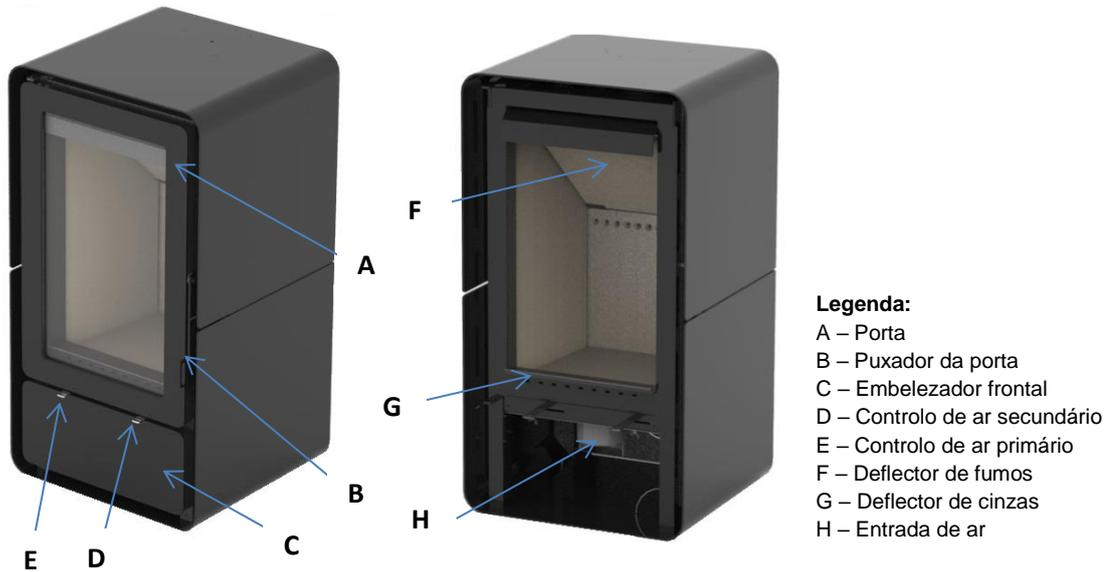

Fig. 11 – Componentes da salamandra Tek Round
- 8- Utilizando a tampa extra fornecida (de chapa na versão Tek Basic ou pedra na versão Tek Stone), tapar a secção deixada aberta no tampo da salamandra pela alteração da posição da saída de fumos. No caso da versão com tampo em pedra terá previamente que aplicar o apoio extra à capa exterior (Fig.11-[A]). Para isso utilize os parafusos que lhe são fornecidos juntamente com o suporte extra (Fig.11-[B]).